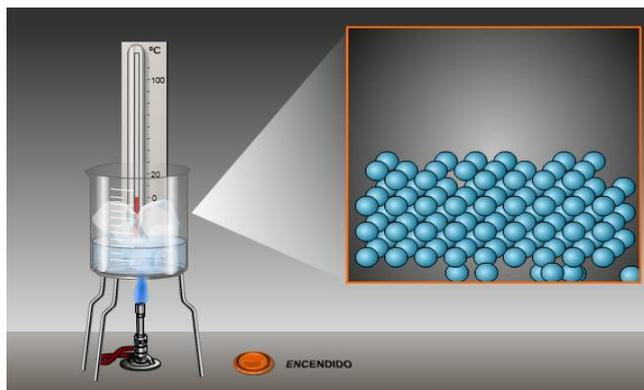

Figura 5: Imagen del simulador de cambio de estado.^{21,22}
- Se le dedicará una sesión que se realizará en el aula de informática. En la primera parte de la actividad se manejarán simuladores (ver Figura 5) tanto para recordar los cambios de estado como los diferentes enlaces químicos.^{21,22} La última parte de esta actividad constará de una breve discusión entre todos los alumnos de la clase, sobre todo aquellos conceptos que han asimilado a raíz del manejo de los simuladores.